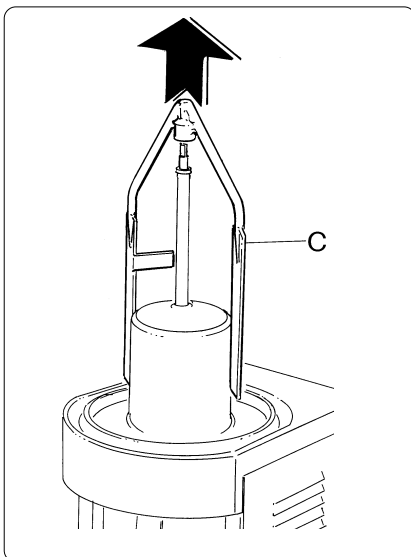

Abb. 4
- Den Mischflügel (C) nach oben herausziehen (Abb. 4).